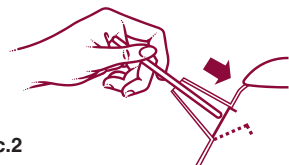
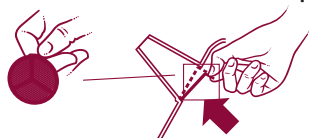

рис.2
рис.3
- Снять фильтр защиты от накипи. Для этого нажимать по направлению внутрь чайника удлиненным, но не острым предметом со стороны разливочного носика до тех пор, пока фильтр не выйдет из своего посадочного места (рис.2).
- Установить фильтр на место. Для этого повернуть верхним язычком внутрь чайника и опустить вначале нижний край. Затем нажимать в направлении разливочного носика до тех пор, пока фильтр не будет заблокирован (рис.3).
- Фильтр можно снять и промыть (**рис. 2** и **рис. 3**).